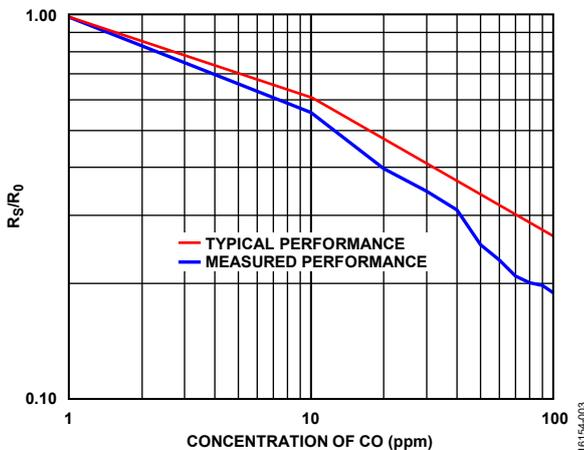

図 3. R_s/R_0 比の測定値と CO ガス濃度の関係
このセットアップを使用した、 R_s/R_0 とガス濃度の関係を示すテスト結果を、図 3 に青線で示します。赤色の線は、式 (7) と式 (8) を使用した近似から予測される、代表的な濃度の値を示します。100ppm での R_s/R_0 の差異は約 25% です。
首尾一貫した結果を得るために重要となるのは、 R_0 測定を行う前に少なくとも 30 分間ヒータに通電し、周辺空気内でセンサーを安定させることです。各濃度レベルで十分な安定時間を確保することも必要です。図 3 の結果は、 R_0 の安定時間を 1 時間、各濃度レベルの安定時間を 10 分としたものです。安定時間を増加すれば、精度が向上する可能性があります。